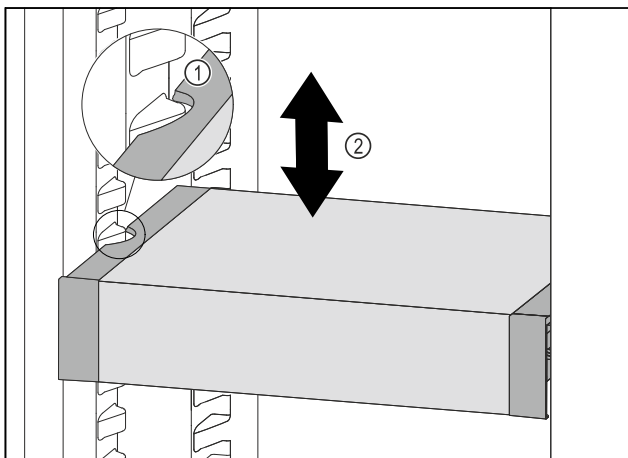

Fig. 102
- ▶ VarioSafe vucite prema naprijed sve dok se bočni otvori VarioSafe ladice ne nađu na visini žlijeba spremnika u hladnjaku. Fig. 102 (1)
- ▶ Pomičite ladicu VarioSafe u hladnjaku prema gore ili dolje sve dok ne dosegnete željenu visinu. Fig. 102 (2)